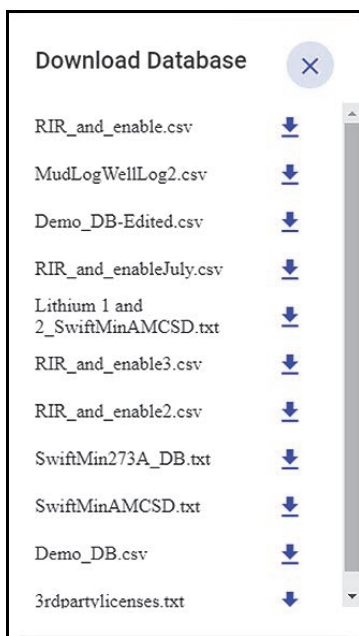

Рис. 5-10 Диалоговое окно Download Database (Загрузить БД)
2. В диалоговом окне, щелкните стрелку вниз напротив БД, которую вы хотите загрузить (см. Рис. 5-10 на стр. 82).